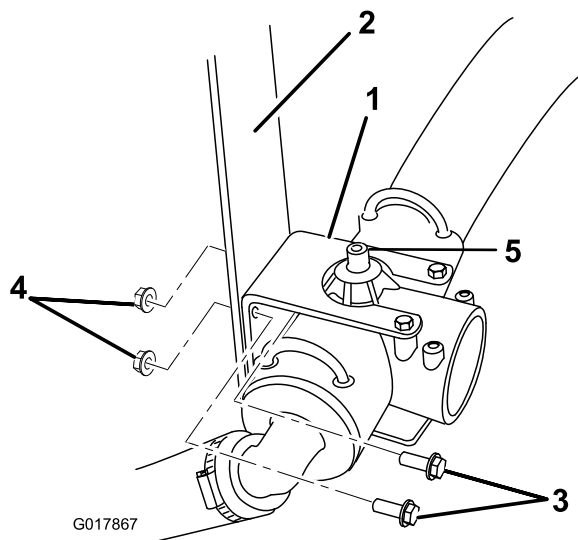

Figura 8
- Apenas Multi-Pro 1200:** Desligue o pequeno tubo vermelho do indicador de pressão da união do tubo verde na parte superior do T de alimentação (Figura 8).
de alimentação ao veículo (Figura 8). Guarde os dispositivos de fixação para utilizar depois.